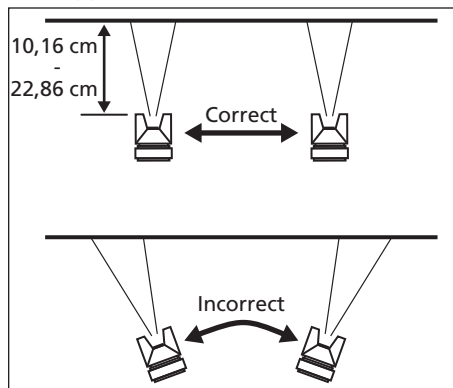

Figure 8 - Coups de peinture
1. Garder le pistolet parallèle et à 10,16 cm - 22,86 cm de l'objet de travail. (Voir Figure 8). Si le jet de matériel est réglé pour un petit débit étroit, il peut être nécessaire de s'approcher de la surface de travail.